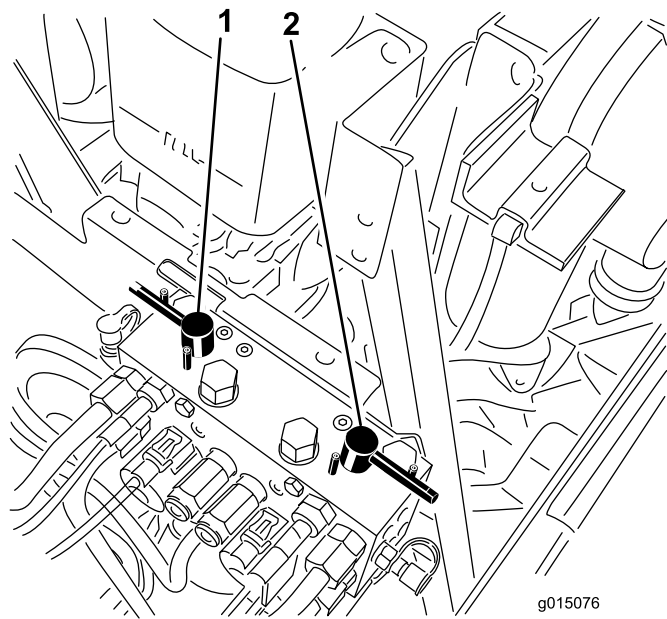

図 109
4. バックラップレバーで、前のカッティングユニット又は後ろのカッティングユニット、あるいは両方を選択する 図 109。